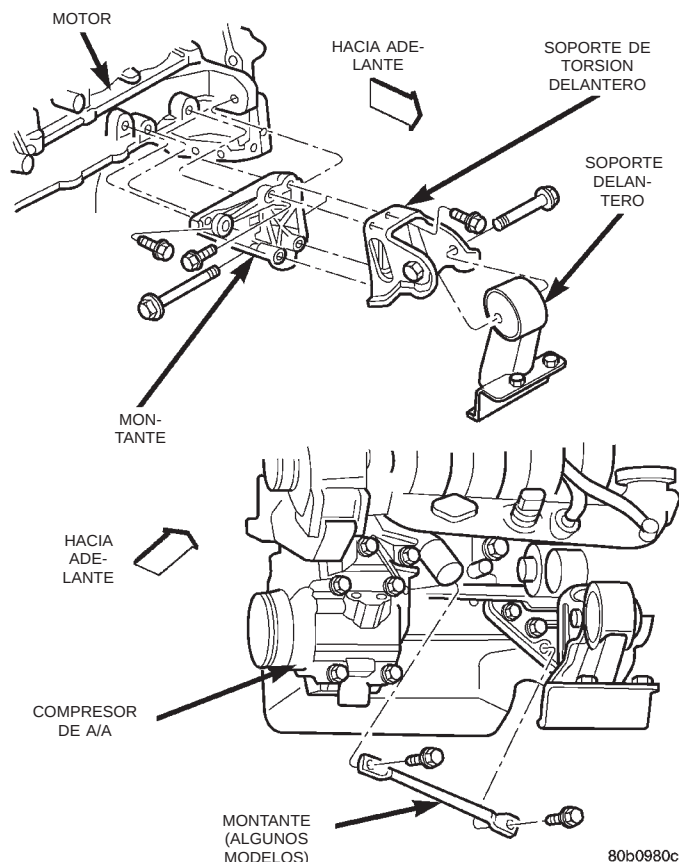

Fig. 17 Montaje del motor —Delantero del motor 2.4L
(2) Retire el perno pasante situado en la parte delantera del motor (Fig. 17).
(3) Retire los pernos de fijación situados entre el soporte y el soporte inferior del radiador.
(1) Emplace el soporte delantero. Coloque en su sitio el lastre de amortiguador (algunos modelos) e instale el soporte delantero en los pernos de fijación del travesaño del soporte inferior del radiador. Apriete los pernos con una torsión de 61 N·m (45 lbs. pie).
(2) Instale el perno pasante y apriete con una torsión de 61 N·m (45 lbs. pie) (Fig. 17).
(3) Baje el vehículo.